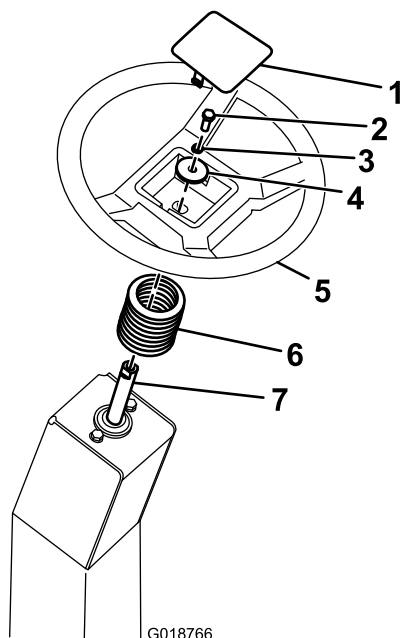

Рисунок 5
1. Надвиньте крышку рулевого вала на вал (Рисунок 5).